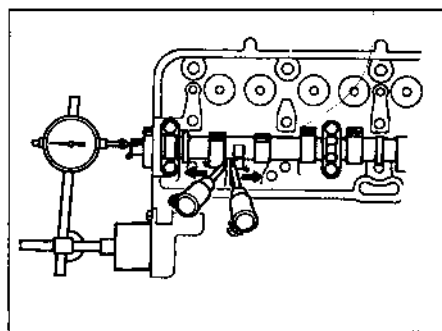

Рис. 9.4. Для измерения осевого люфта сдвиньте рычагом распределительный вал в одну и другую сторону
- 4 Измерьте осевой люфт стрелочным индикатором (см. рис. 9.4). Если люфт превышает допустимое значение, указанное в "Технических данных", замените упорную скобу распределительного вала, распределительный вал и/или головку цилиндров.